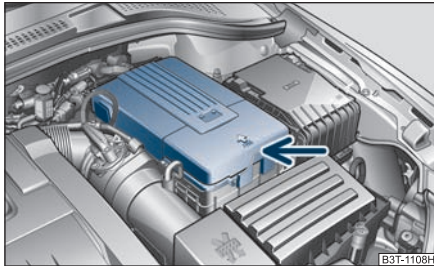

Fig. 206 Compartimentul motor: Bateria
- Apăsați elementul de blocare de pe partea laterală a capacului bateriei ⇒ pagina 227, fig. 206, ridicați capacul și scoateți-l.